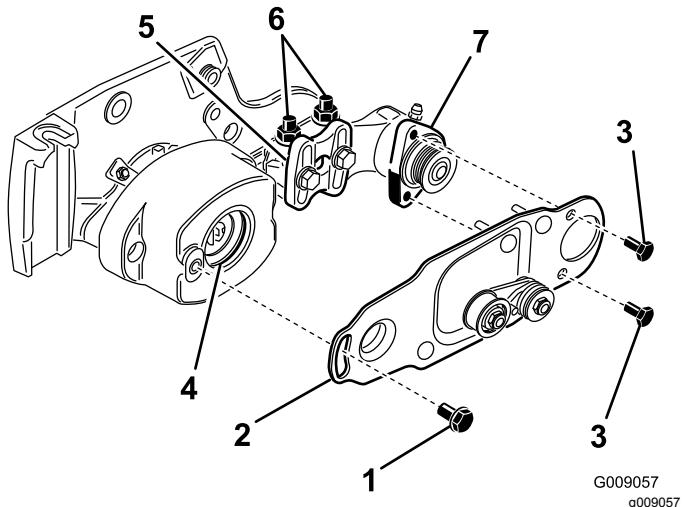

Figura 11
- 10. Spalmate un velo di grasso sul diametro interno del gommino nell'alloggiamento del cuscinetto (Figura 11).
- 11. Allentate senza rimuovere i bulloni che fissano l'alloggiamento del cuscinetto della spazzola per rullo alla staffa di montaggio della spazzola (Figura 11).
- 12. Montate la piastra orientabile della spazzola per rullo (Figura 11).
- 13. Applicate Loctite 243 (blu) sui 8 bulloni da 5/16" x $\frac{5}{8}$ " e utilizzateli per montare la piastra della spazzola sull'alloggiamento del cuscinetto della spazzola per rullo (Figura 11).
- Allentate i 2 dadi di bloccaggio flangiati che fissano la staffa di montaggio della spazzola per rullo alla piastra laterale dell'apparato di taglio (Figura 11).
- Girate l'alloggiamento del cuscinetto della spazzola per rullo fin quando la piastra della spazzola non risulta parallela alla piastra laterale dell'apparato di taglio (Figura 11).
- Serrate i 2 dadi di bloccaggio flangiati che fissano la staffa di montaggio della spazzola per rullo alla piastra laterale dell'apparato di taglio (Figura 11).
18. Spalmate del Loctite 243 (blu) sul bullone di spallamento (Figura 11). Con il bullone di spallamento, fissate la piastra della spazzola sull'alloggiamento della spazzola per rulli. (Figura 11).